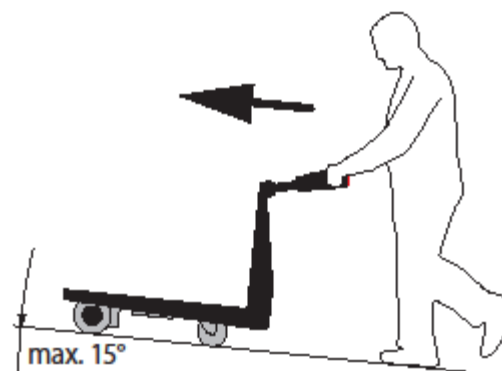

Fig. 8
- Si tiene que transportar bienes hacia arriba, el Movexx le ofrece una función de bloqueo. En dichas situaciones, la combinación solo se puede desplazar en la posición de empuje (siempre que la máquina tenga un freno), es decir con el carro delante suyo. (Fig. 8)